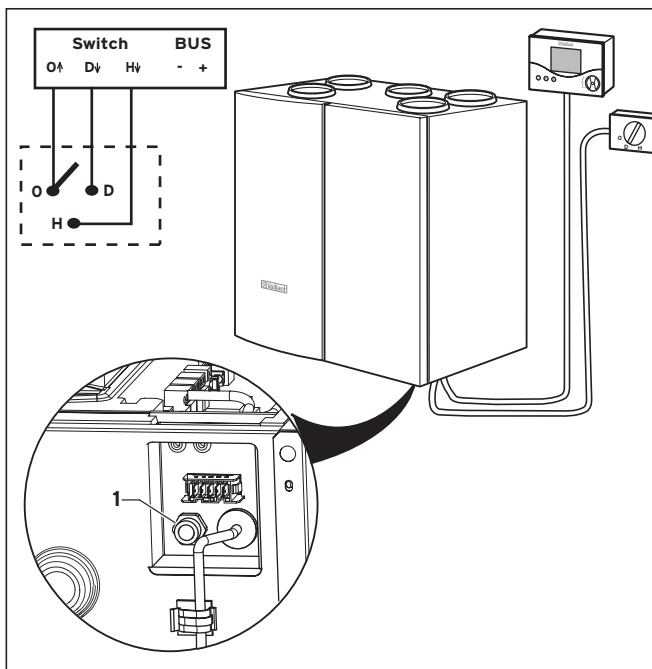

Abb. 4.13 Elektrischer Anschluss des 3-Stufen-Schalters
- Schließen Sie die drei Leitungen entsprechend der Abbildung 4.13 an die Klemmen „O↓“, „D↑“ und „H↑“ an.
- Führen Sie das Kabel durch die Zugentlastung (siehe Abbildung 4.13) und verschrauben Sie diese.